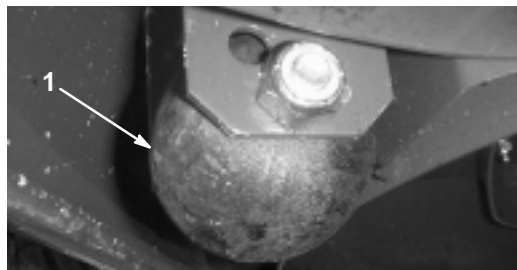

Bild 19
1. Entfernen Sie die Kopfschraube und Mutter, mit denen das Abstandsrad an den Mähwerkbügeln befestigt wird (Bild 19).